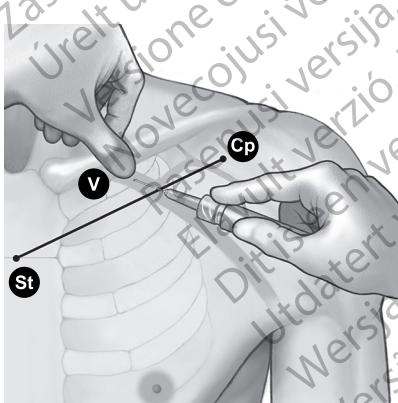

Figura 7. Ubicación del pulgar y entrada de la aguja
4. Oprima con el pulgar sobre el dedo índice y proyecte 1-2 centímetros por debajo de la clavícula para proteger el músculo subclavio de la aguja (cuando exista hipertrofia del músculo pectoral, el pulgar deberá proyectar unos 2 centímetros por debajo de la clavícula ya que el músculo subclavio estará también hipertrofiado) (Figura 7 Ubicación del pulgar y entrada de la aguja en la página 21).